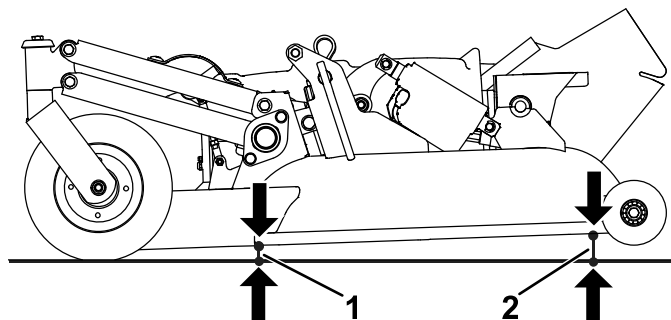

Figura 99
3. Misurate la distanza tra il suolo e il punto più avanzato dell'apparato di taglio (Figura 99).
4. Misurate la distanza tra il suolo e il punto più arretrato dell'apparato di taglio (Figura 99).